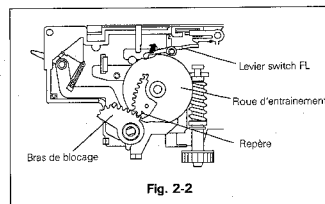

Fig. 2-2
- Basculez le switch FL dans le sens des aiguilles d'une montre pour séparer le switch FL de la roue d'entraînement. Tirer le bras de blocage ainsi que la roue d'entraînement afin de les sortir de leur axe comme montré Fig. 2-2.
- Positionner la roue d'entraînement sur son axe comme le montre la Fig. 2-2.
- Aligner le repère de la roue d'entraînement avec le début de la partie crantée du bras de blocage comme montré Fig. 2-2. Installer le bras de blocage.